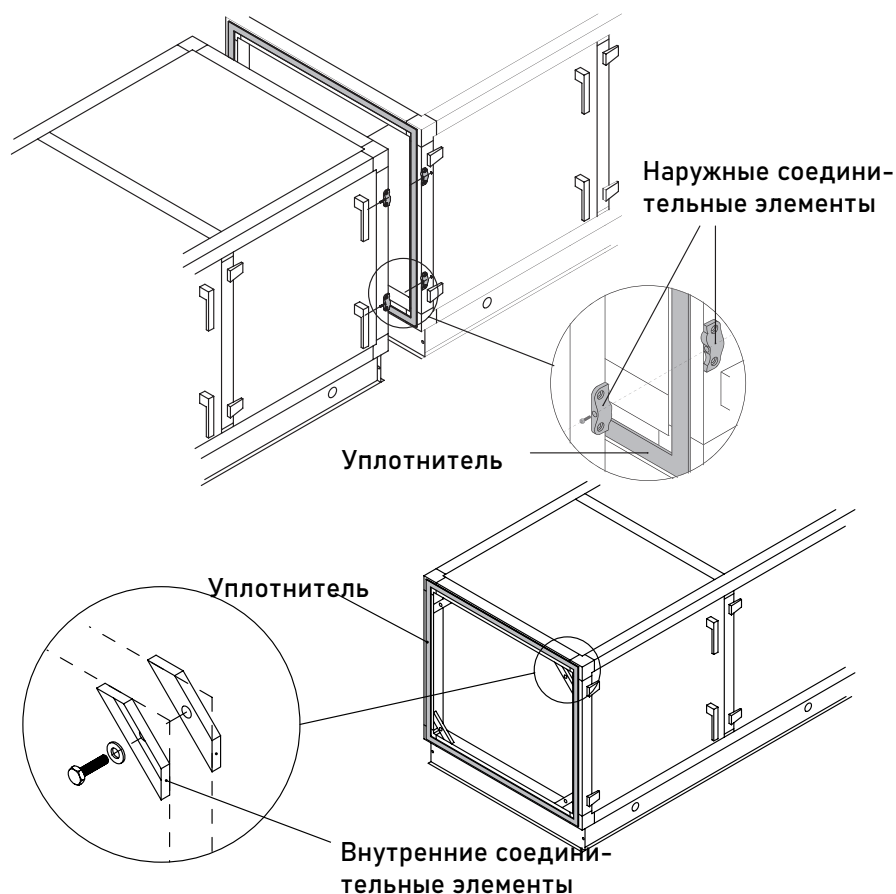

Рисунок 3 - Стыковка секций
- 4.1.7 При проведении погрузочно-разгрузочных работ используйте автопогрузчик, гидравлическую тележку или кран (Рисунок 3).
- 4.1.8 ЗАПРЕЩАЕТСЯ при подъёме установки при помощи крана опирать стропы на края установки. Необходимо использовать распорки (Рисунок 3).